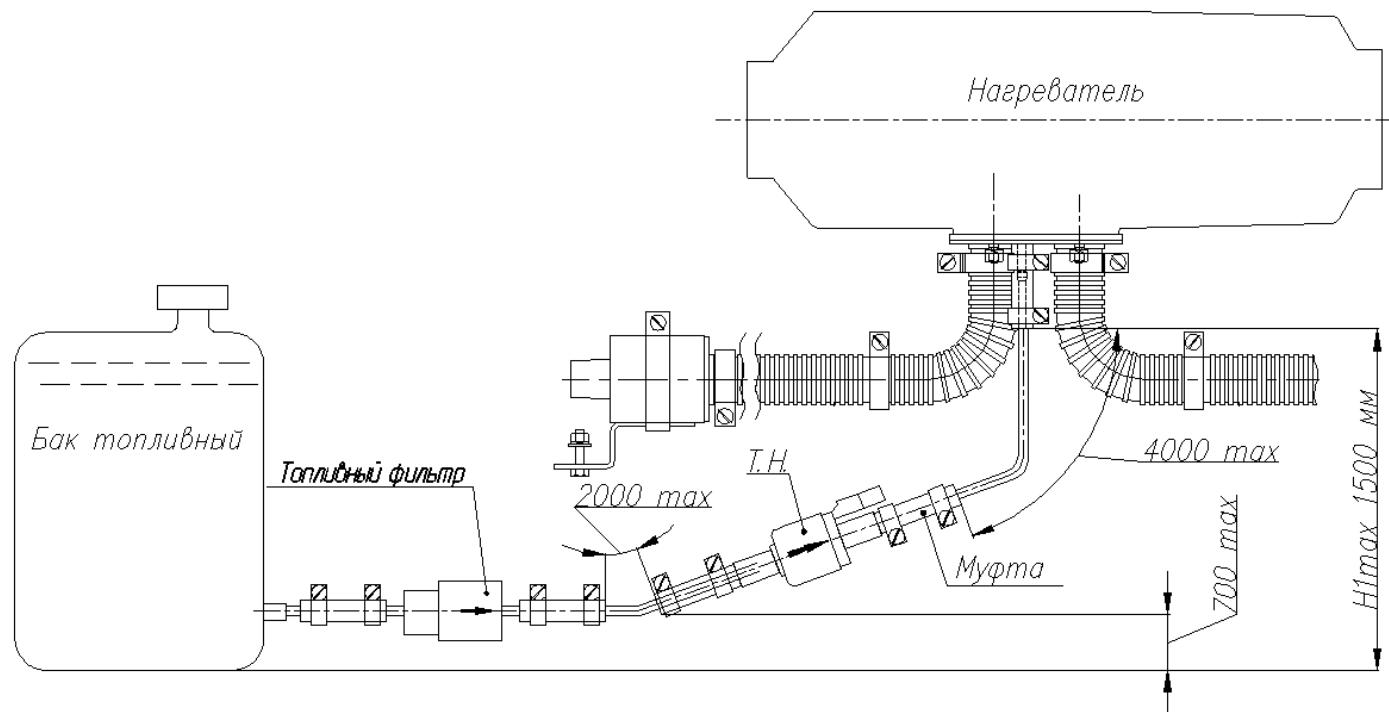

Рис.7 Схема монтажа топливной системы отопителя
Питание электроэнергией осуществляется от аккумуляторной батареи автотранспортного средства. Топливная система отопителя подключается к топливной системе автомобиля или отопитель подключается к индивидуальному топливному баку, схема топливной системы приведена на рис.7 и рис.8.
- топливную трубку нагревателя предпочтительней располагать выше максимального уровня топлива в топливном баке (см. рис. 7, рис. 8);
Схемы относительного расположения топливного бака, топливного насоса и нагревателя показаны на рис.7 и рис.8.